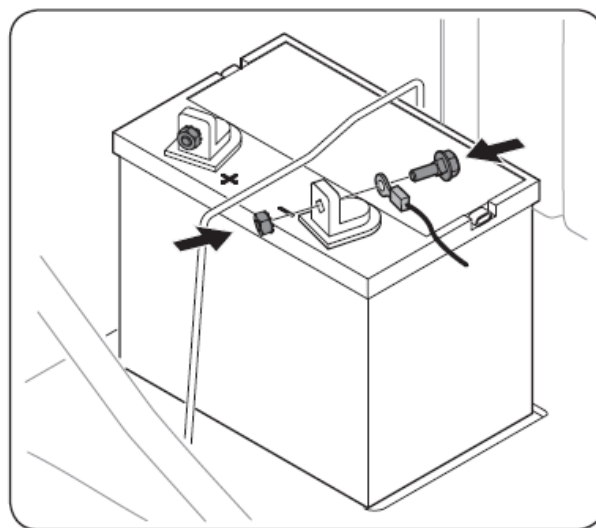

Figure 3-2
2. Retirez le couvercle en plastique noir, s'il existe, de la borne négative de la batterie et attachez le câble négatif à la borne négative de la batterie (-) avec le boulon et l'écrou hexagonal. Consultez la Fig. 3-2.